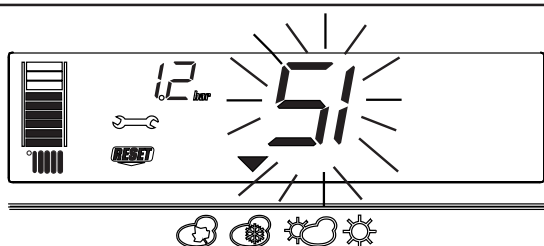

Fig. 4.24
3) Visualizzazione delle icone e (fig. 4.24)